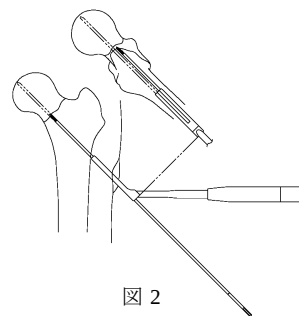

図 2
- 2.4 ガイドピンパラレルガイドを用いることにより、ガイドピンの位置を修正することが可能です。（図 2）